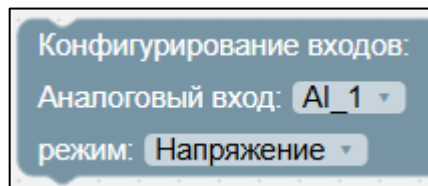

Рисунок II-34 – Блок конфигурирования
1) блок конфигурирования (см. Рисунок II-34):